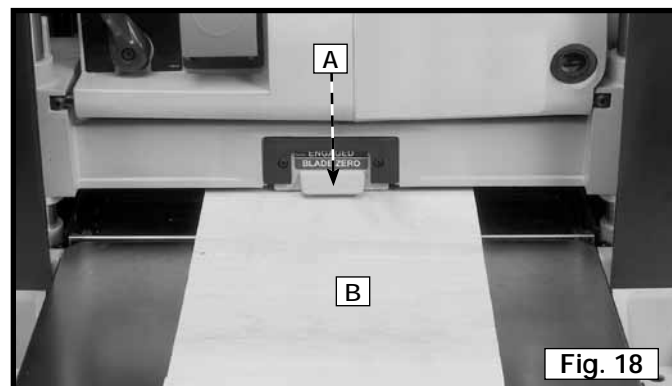

Fig. 18
- Mettre l'extrémité de la planche (B) fig. 18 en dessous de l'indicateur de zéro de la lame (A).
- Abaisser le porte-lame de manière à ce que la pièce entre en contact avec la partie inférieure de l'indicateur de zéro (A) fig. 18